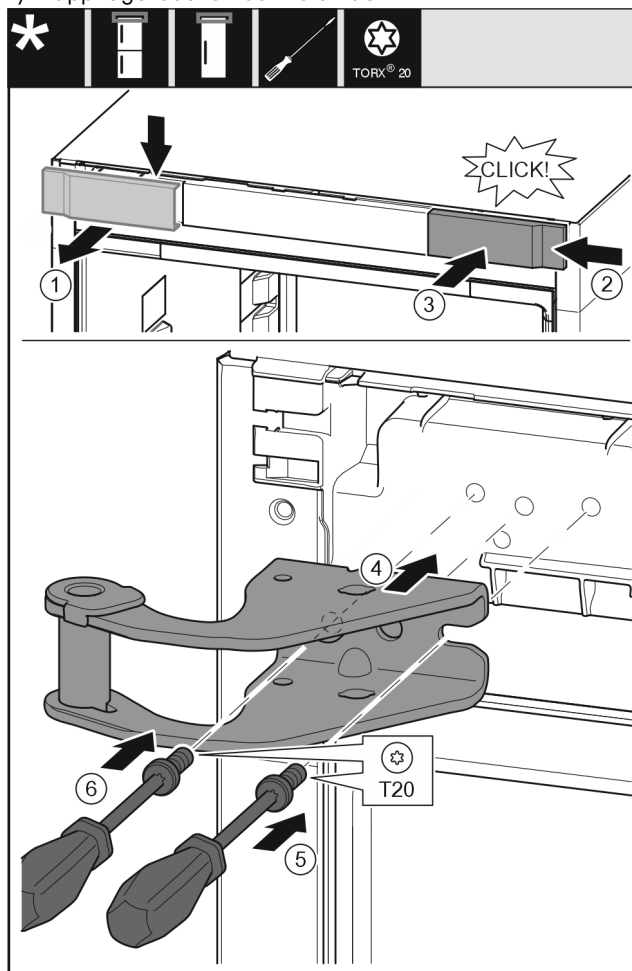

Fig. 10
- ▶ Ta av skyddet genom att dra det uppåt och framåt. Fig. 10 (1)
- ▶ Vrid skyddet 180° och haka i det på andra sidan från höger. Fig. 10 (2)
- ▶ Tryck fast skyddet. Fig. 10 (3)
- ▶ Sätt på den övre lagerbocken. Fig. 10 (4)
- ▶ Sätt i och dra åt skruven med skruvmejsel T20. Fig. 10 (5)
- ▶ Sätt i och dra åt skruven med skruvmejsel T20. Fig. 10 (6)